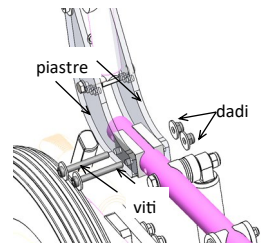

fig. 11.1: Reg. profund. parte posteriore
- **Regolazione profondità parte posteriore** (fig. 11.1):